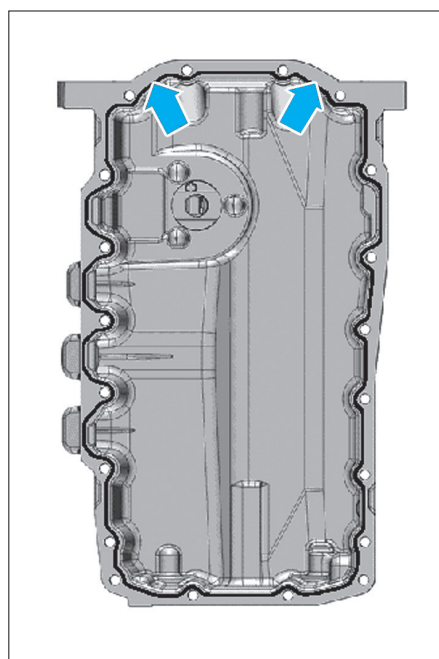

Fig. 17
- Appliquer sur le plan de joint du carter d'huile un cordon de pâte d'étanchéité appropriée d'une largeur de 2 à 3 mm et en contournant de l'intérieur les alésages de ses vis de fixation (Fig.17).